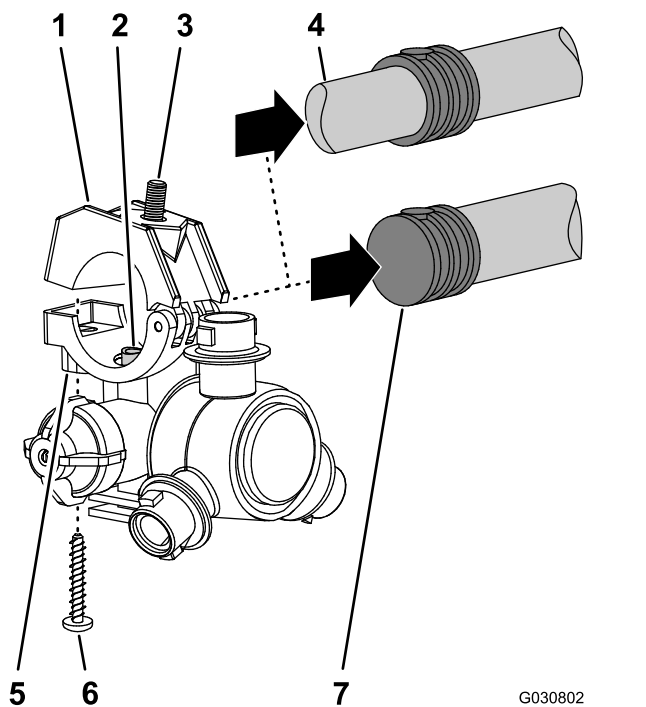

Рисунок 98
- У 8 распылительных сопел, снятых при выполнении пункта 1, отверните винты из нержавеющей стали (№ 12 x 1-1/4 дюйма), которые крепят верхние половины зажимов и хвостовики двухсторонних или односторонних шланговых штуцеров типа «елочка» (3/4 дюйма) к корпусу каждого распылительного сопла, и снимите хвостовики штуцеров типа «елочка» (Рисунок 98).